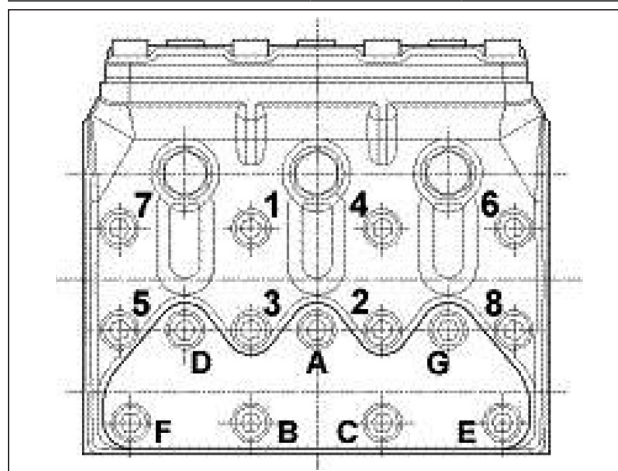

Fig. 24
** Os parafusos de fixação devem ser apertados com chave dinamométrica lubrificando abaixo do cabeçote, respeitando a ordem da Fig. 24.
*** Os parafusos de fixação das coberturas da válvula devem ser apertados com chave dinamométrica, lubrificando abaixo do cabeçote, respeitando a ordem da Fig. 24.